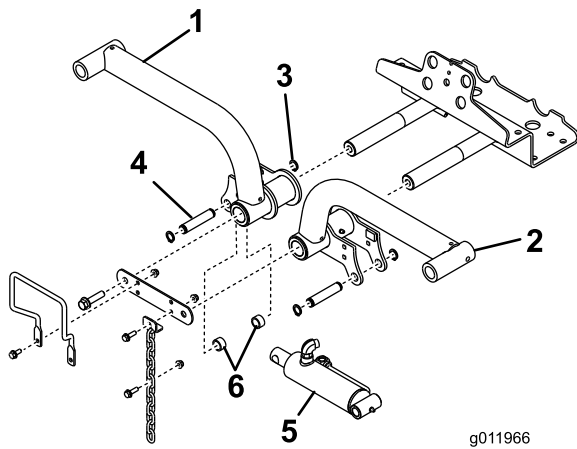

Bild 15
4. Stecken Sie die Hubarme in die Gelenkschäfte des Hubarms (Bild 15) und befestigen sie mit dem Gelenkschaftanschlus und den Schrauben, die Sie vorher entfernt haben.
6. Befestigen Sie das rechte Ende des Hubzylinders mit einem Stift und zwei Distanzstücken am rechten Hubarm ((Bild 15)). Befestigen Sie ihn mit dem Befestigungsring.